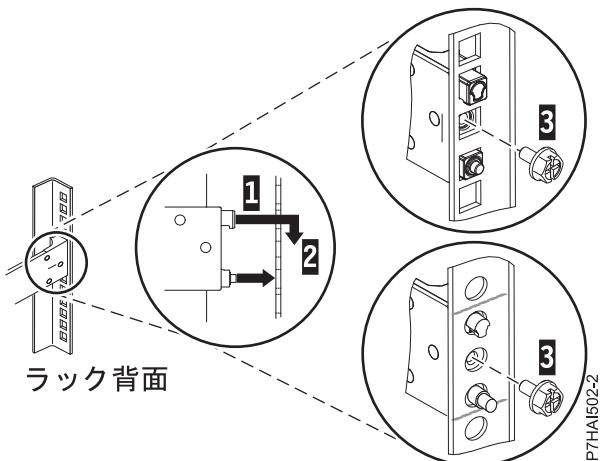

図3. ピンをラック背面の穴に位置合わせして固定する
- スライド・レールの後部にある 2 つのピンの位置を、事前にマークを付けた、選択済みの EIA 単位の上下 2 つの穴に合わせます。スライド・レールを手前に引いて、2 つのピンをラックの穴に挿入し (1)、スライド・レールを下方に下げて (2) 上部のピンのフック機構を噛み合わせます。詳しくは、5 ページの図 3 を参照してください。次のステップに進む前に、2 本のピンがラックの穴から出ていることを確認してください。